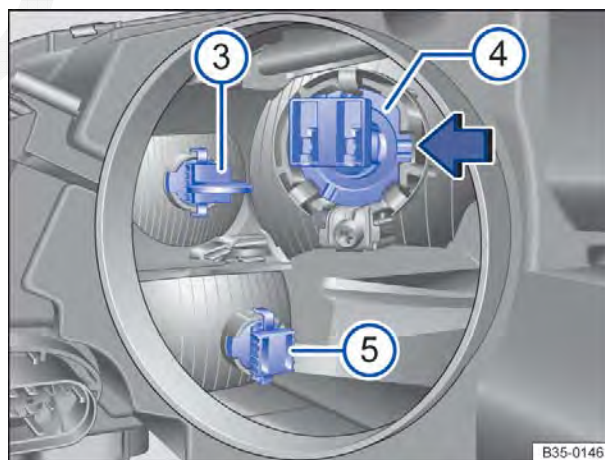

Fig. 245 Montar e desmontar a lâmpada do farol de rodagem diurna e luz de posição (3), farol de conversão (4) ou indicador de direção (5).
4. Retirar o suporte da lâmpada ⇒ Fig. 245  com a lâmpada incandescente para trás da carcaça do farol.
4. Pressionar o suporte da lâmpada ⇒ Fig. 245  na direção da seta e retirar com a lâmpada incandescente para trás da carcaça do farol.
7. Colocar o suporte da lâmpada com a lâmpada incandescente na posição original dentro da carcaça do farol  e pressionar contra a direção da seta. O ressalto do encaixe da lâmpada deverá estar no entalhe da carcaça do farol ⇒ Fig. 245 (seta).
4. Pressionar o suporte da lâmpada ⇒ Fig. 245  para baixo e retirar com a lâmpada incandescente para trás da carcaça do farol.